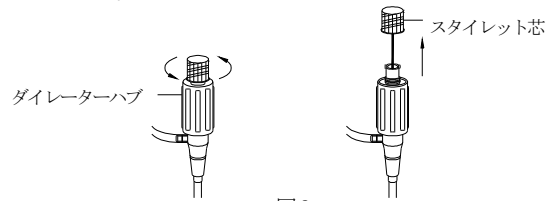

図2
4. 段付ダイレクターにスタイルット芯が装着されている場合は、ダイレクターハブを持ち、スタイルット芯を反時計方向に回して抜く (図2参照)。